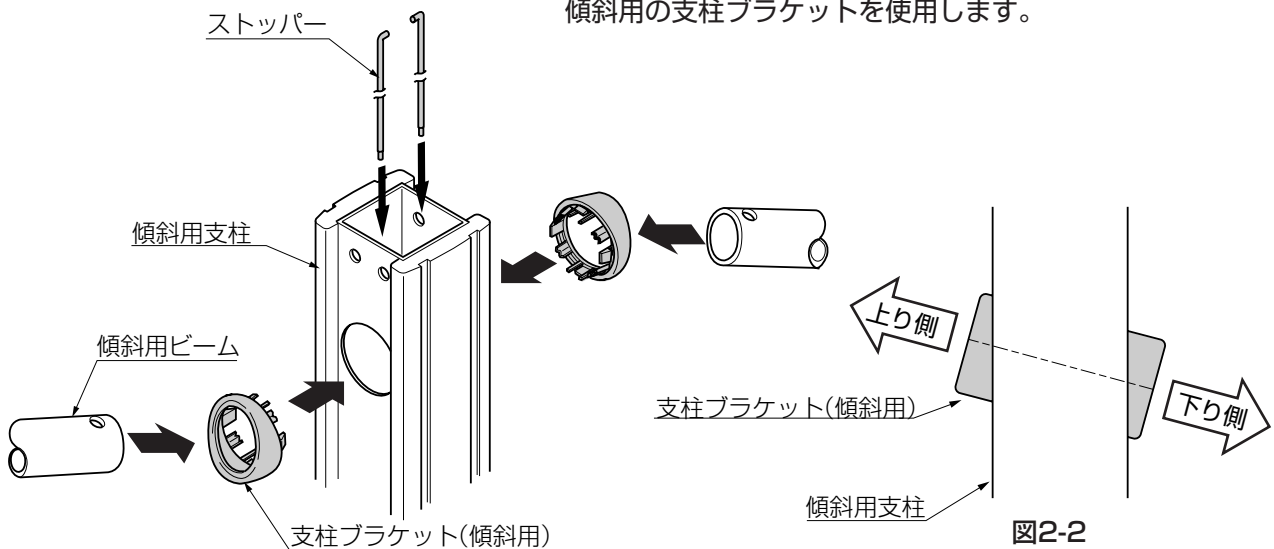

図2-2
- 傾斜の場合支柱ブラケットの取付けは、図2-2のように上り側は上向きに、下り側は下向きにします。